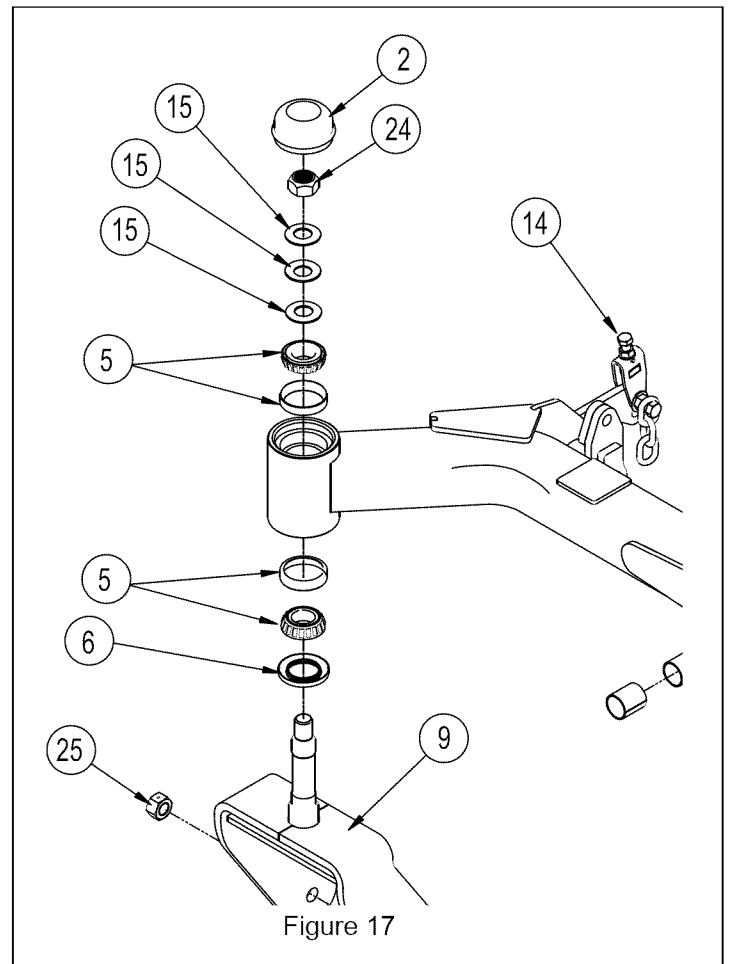

Figure 17
3. Déposer le chapeau (2), le contre-écrou 3/4" (24), les trois rondelles Belleville 3/4" (15) et l'ensemble soudé de la roue avant (9), voir figure 17.
6. Régler la hauteur des extrémités de lame sur 1 et 2 et régler les écrous de réglage avant (voir figure 17, n°14) et les boulons en U arrière pour que le carter soit mis à niveau de gauche à droite.